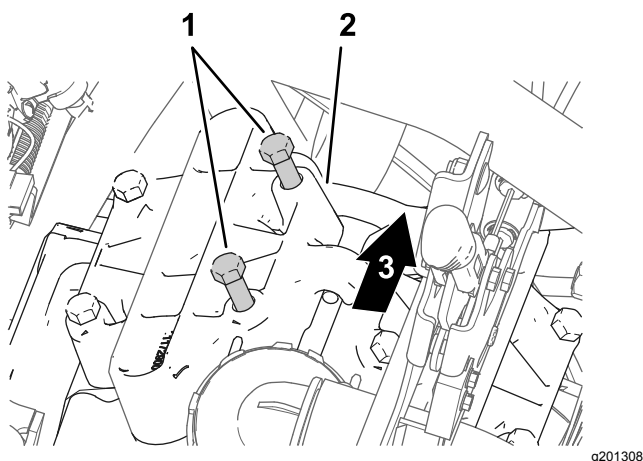

Figure 178
1. À la position 11 heures de la tête de pompe, desserrez les 2 boulons (voir Figure 178) pour obtenir un jeu de 7 à 10 mm entre la tête des boulons et la pompe.